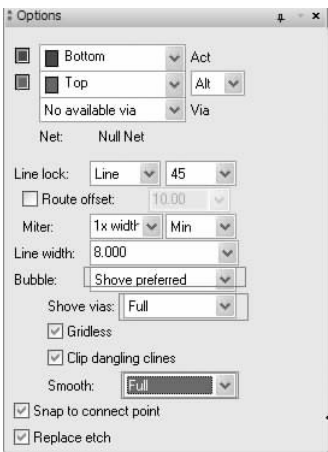

图 12-19 Options 对话框
3) 选择菜单栏中的“Route（布线）”→“Add Connect（添加连线）”命令或单击“Route（布线）”工具栏中的“Add Connect（添加连线）”按钮，在“Options（选项）”窗口内的“Bubble”文本框内选择“Shove preferred”选项，“Shove vias”文本框内选择“Full”选项，“Smooth”文本框内选择“Full”选项，如图 12-19 所示。